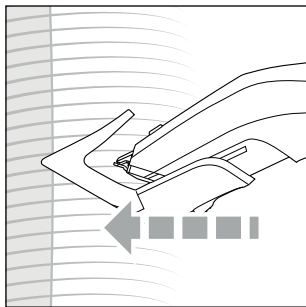

Fig. 7
- 2) Tenez l'appareil de telle manière que le sabot ⑩/⑪ ou la tête de coupe ① soit le plus plat possible sur la tête et que la lame de coupe pointe vers le cuir chevelu (voir fig. 7). Passez l'appareil dans les cheveux de manière uniforme et dans un sens seulement, pour éviter que les cheveux ne s'accrochent dans la tête de coupe ①.